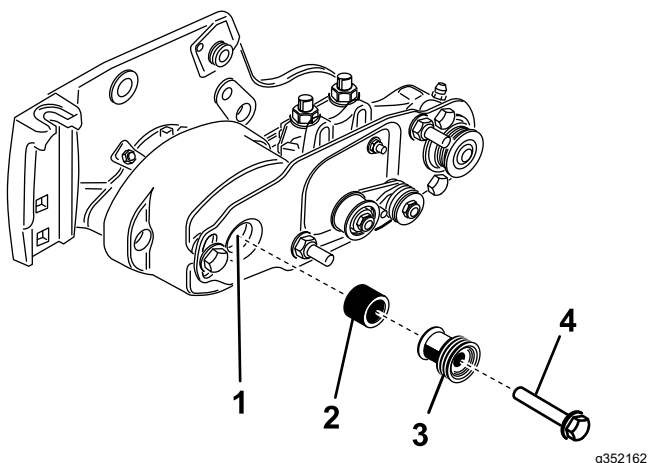

Figure 15
19. Insérez l'entretoise sur l'arbre du logement de roulement (Figure 15).
20. Insérez la poulie d'entraînement dans l'entretoise et sur l'arbre d'entraînement (Figure 15). Assurez-vous que les languettes de la poulie sont placées dans la fente de l'arbre d'entraînement.
21. Fixez la poulie et l'entretoise à l'arbre d'entraînement avec un boulon à épaulement ($\frac{3}{8}$ " x 2") (Figure 15). Serrez le boulon à un couple de 47 à 54 N·m.